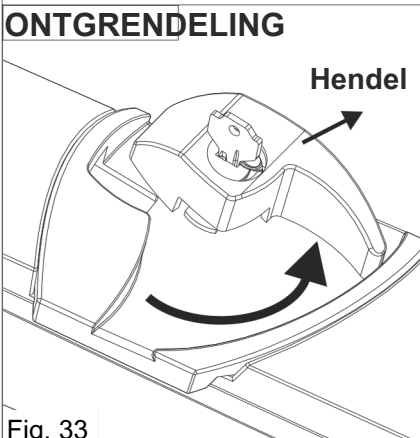

Fig. 33
3. Draai de hendel linksom om de motor te ontgrendelen (Fig. 33)